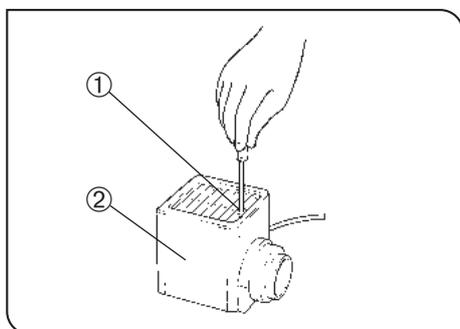

Рис. 49
(Рис. 49–51)
5. Установите крышку корпуса лампы сверху на основание корпуса. Затяните зажимной винт ①, прижав крышку вниз. (Рис. 49)